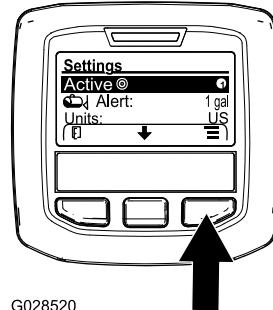

Figura 68
2. Carregue no botão de seleção central para realçar a definição da taxa de aplicação ativa (Figura 68).
3. Carregue no botão de seleção direito para alternar entre a taxa de aplicação 1 e 2 (Figura 68).